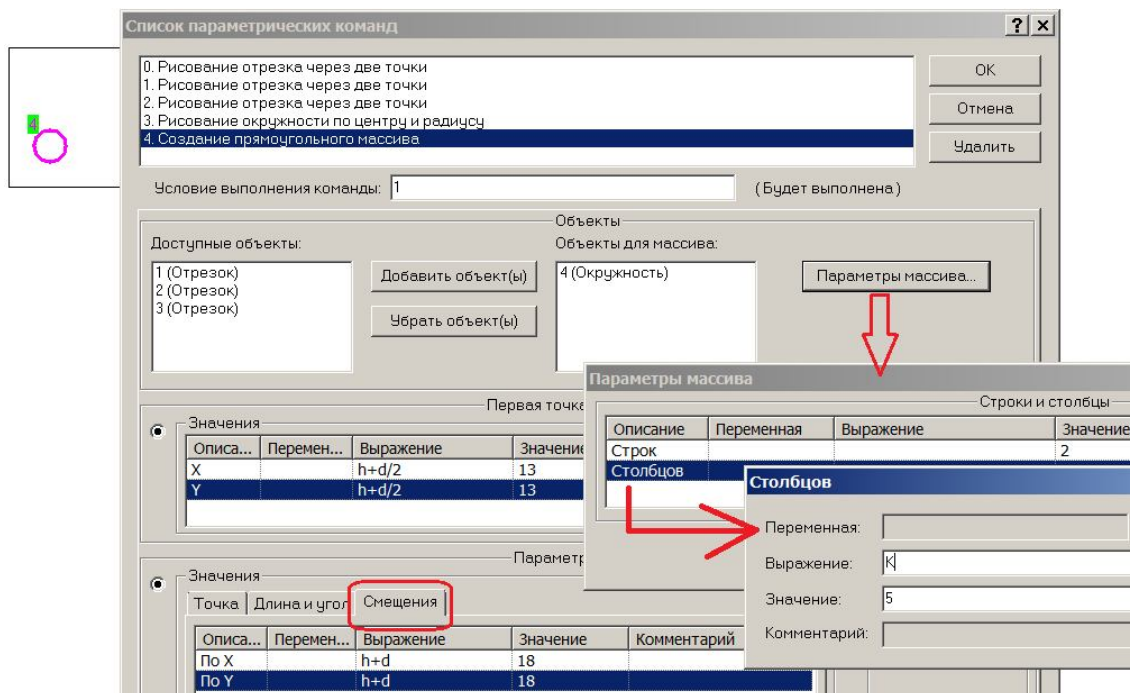

Рис. 2.11. Фрагмент диалога для команды Массив
3) Теперь можно построить прямоугольный массив отверстий. Нужно выбрать команду Прямоугольный массив и последовательно выполнить все ее шаги – выбрать копируемый объект, а остальные параметры выбрать произвольно. Уточнение параметров команды будет выполнено на этапе редактирования (рис. 2.11).
При заполнении параметров этой команды, нужно обязательно нажать кнопку Параметры массива (см. рис. 2.11) и уточнить число строк и столбцов массива. Число рядов массива равно всегда двум, а число столбцов зависит от условия прочности и равно переменной К. Кроме того, необходимо заполнить поля таблицы Первая точка массива и таблицы Параметры массива, расположенные в нижней части диалога. Таблицу Параметры массива заполняем по полю Смещения, задав одинаковое смещение $h + d$ по горизонтали и вертикали (рис. 2.11).